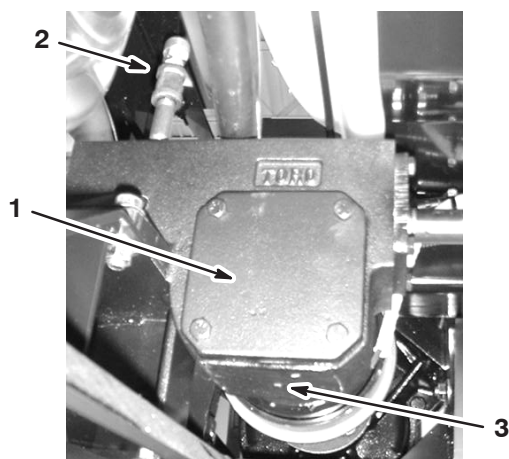

Figure 49
3. Retirez le bouchon de remplissage et de vidange (Fig. 49) pour permettre à l'huile de s'écouler dans le bac.